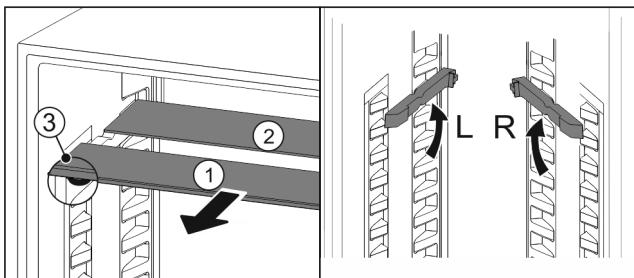

Fig. 57
- ▶ Vytiahnite sklené dosky jednotlivo dopredu Fig. 57 (1).
- ▶ Sklená doska Fig. 57 (1) s ozdobnou lištou leží vpred.
- ▶ Zarážky Fig. 57 (3) ukazujú nadol.